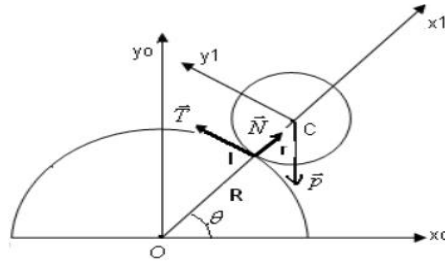

Figure V.7
**Exercice 06.** Soit le roulement sans glissement d'un disque mince de masse M, de rayon r sur un anneau fixe de rayon R. (Figure V.7).